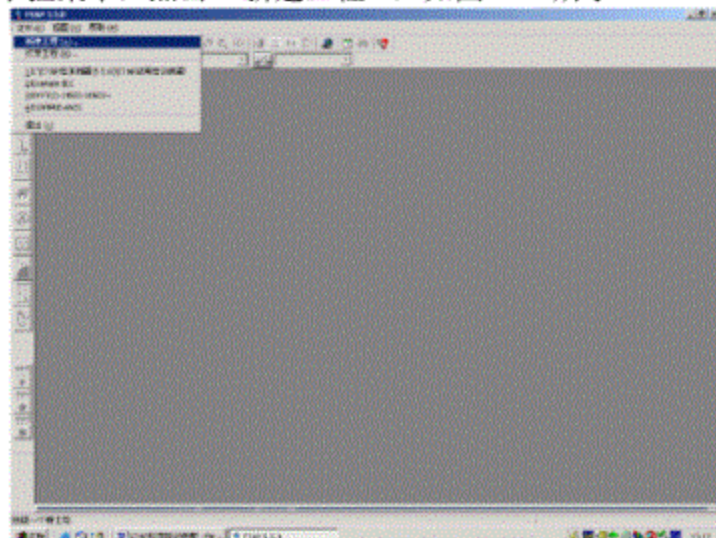

图 1-2 ETAP 11.1.1 新建工程界面
- 2、打开“文件”下拉菜单，点击“新建工程”，如图 1-2 所示。